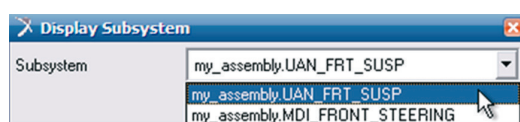

Figura 4.192 – Selecionando o subsistema de interesse.
- A caixa de diálogo *Display Subsystem* será aberta. Selecione o sub-sistema de interesse (Figura 4.192).